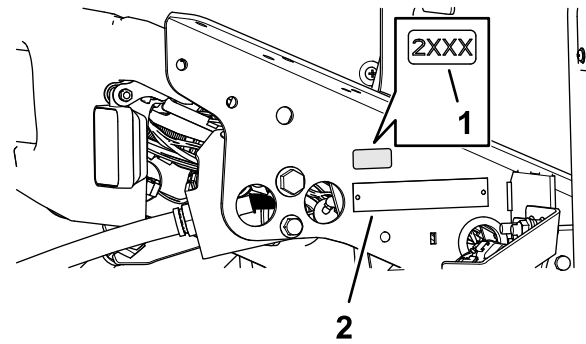

Figura 36
1. Utilice alcohol y un trapo limpio para limpiar la zona del soporte del suelo junto a la placa del número de serie, y deje que el soporte se seque (Figura 36).